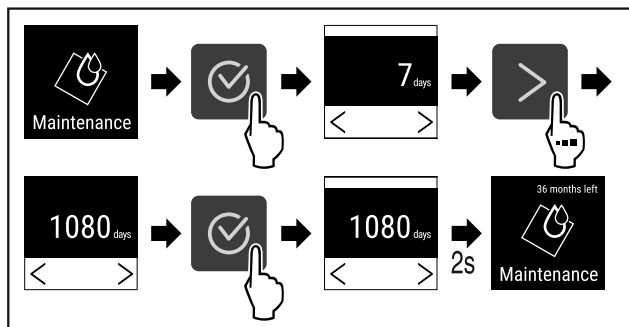

Fig. 75
- ▶ Hajtsa végre a művelet lépéseit (lásd Fig. 75) .